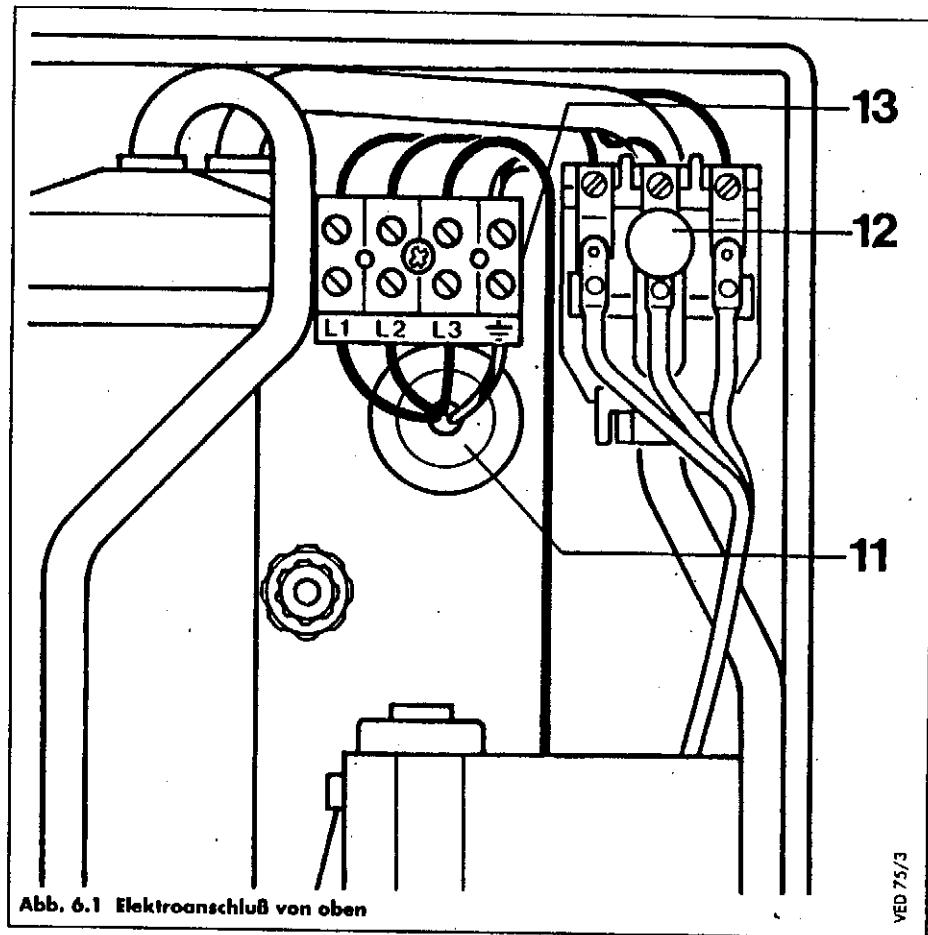
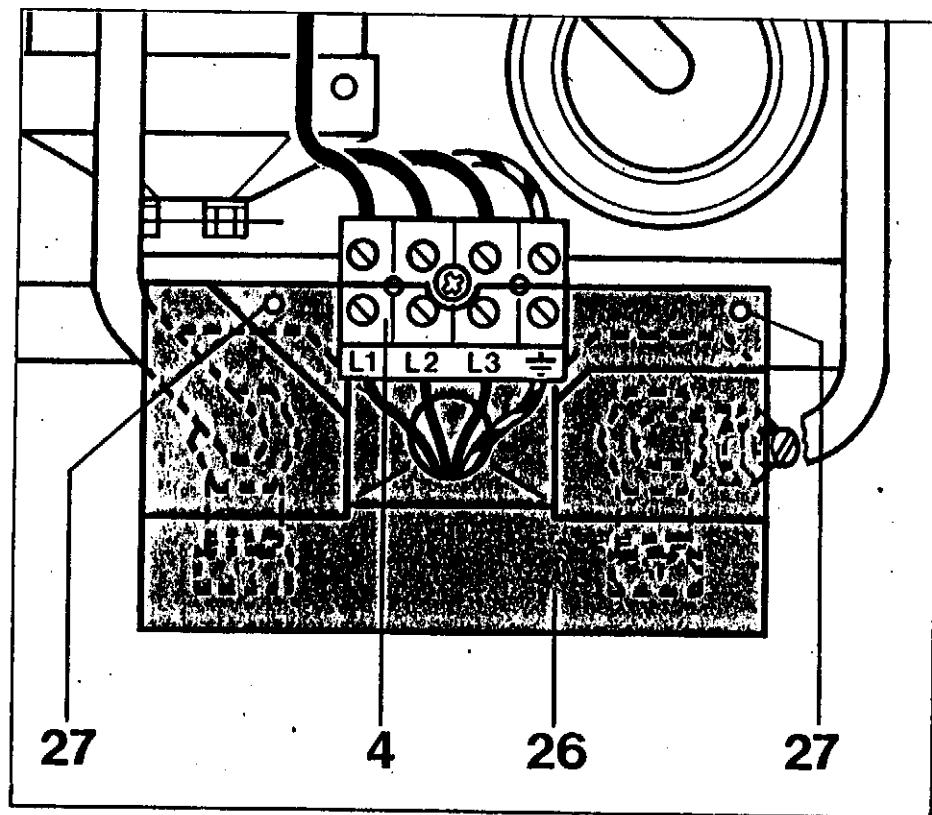

Рис. 6.1 Подсоединение сетевого кабеля сверху.
Рис. 6.2 Подсоединение сетевого кабеля снизу.
Сетевой кабель можно подключить в верхней (рис. 6.1) или в нижней (рис. 6.2) части прибора, не затрагивая при этом проводку внутри.
(рис. 6.1) нужно удалить часть стенки корпуса обозначенную для ввода кабеля. Подведенный кабель следует загерметизировать при помощи прилагаемой круглой защитной насадки и подсоединить провода L1, L2, L3 и заземляющий провод к клеммной колодке (13).
(рис. 6.2) нужно отвинтить закрепленную вверху клеммную колодку (13), продеть подводящий кабель через прилагаемую прямоугольную защитную пластину (26) и насадить ее внизу со стороны задней стенки прибора между подсоединенными водой на крепежные упоры (27) рис. 6.2. Затем следует привинтить клеммную колодку на подготовленное место (4, рис. 2.1, стр. 5) над защитной пластиной (26) - рисунок 6.2. Сетевой кабель надо подсоединить к клеммам L1, L2, L3, а заземляющий провод - к соответствующему зажиму. Кабель должен быть проложен аккуратно и без натяжения.
Пояснения к рис. 6.1 и 6.2